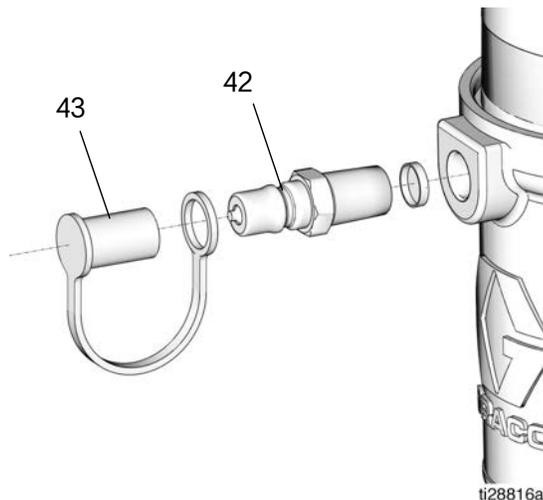

图 10
5. 取下加注盖(43)，然后使用扳手松开并慢慢拆下加注杆(42)。（图 10）。